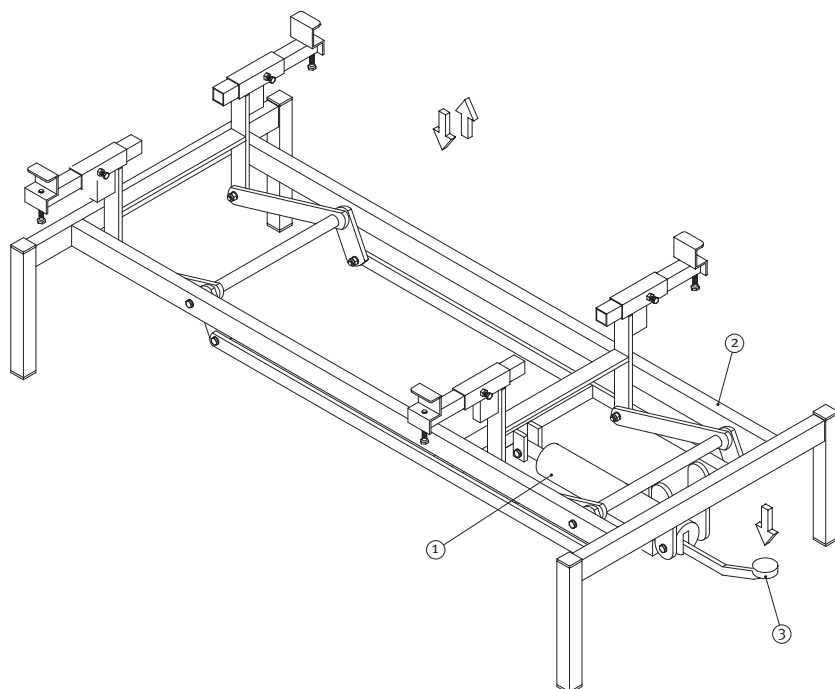

Fig. 8 Regolazione verticale del piano rete del letto Art. A 7032/AO.
4.3 Regolazione verticale del piano rete del letto Art. A 7032/AO (Fig. 8)